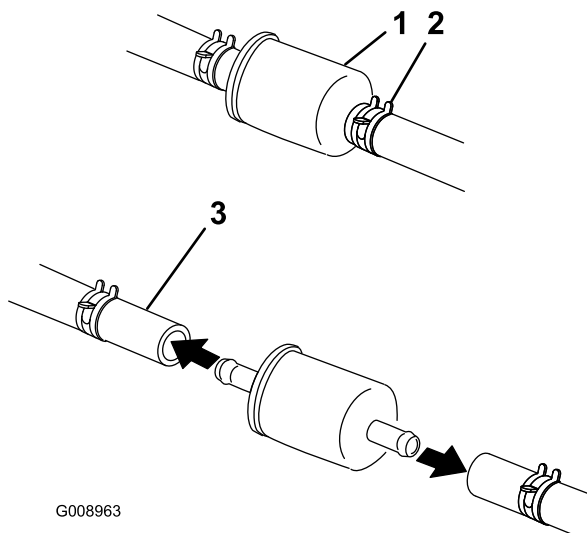

Figura 54
5. Cierre la válvula de cierre de combustible, situada debajo del asiento (Figura 54).
6. Apriete los extremos de las abrazaderas y deslícelas por el tubo alejándolas del filtro (Figura 54).
8. Instale un filtro nuevo y acerque las abrazaderas al filtro (Figura 54).